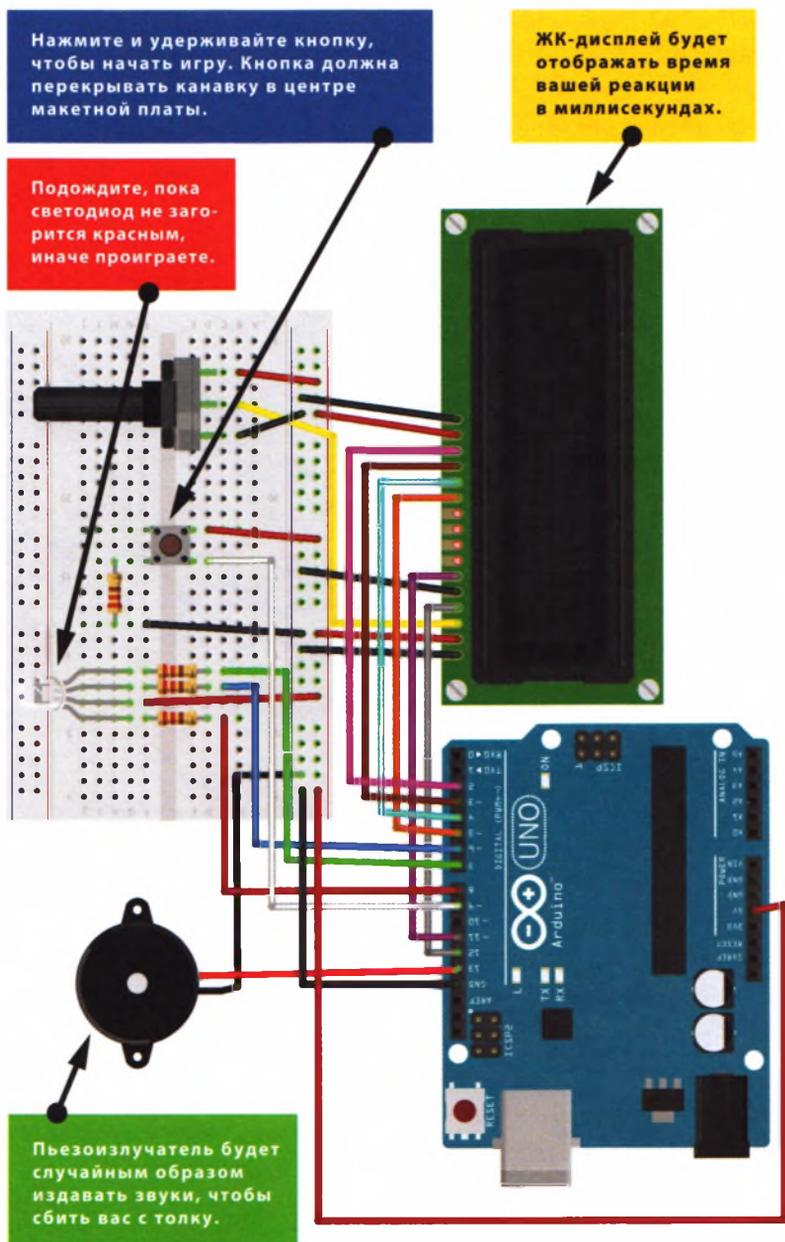

РИСУНОК 15.6
7. Убедитесь, что ваша цепь соответствует схеме, показанной на рис. 15.6, и загрузите в память Arduino код скетча, приведенный в разделе «Скетч» далее в этом проекте.